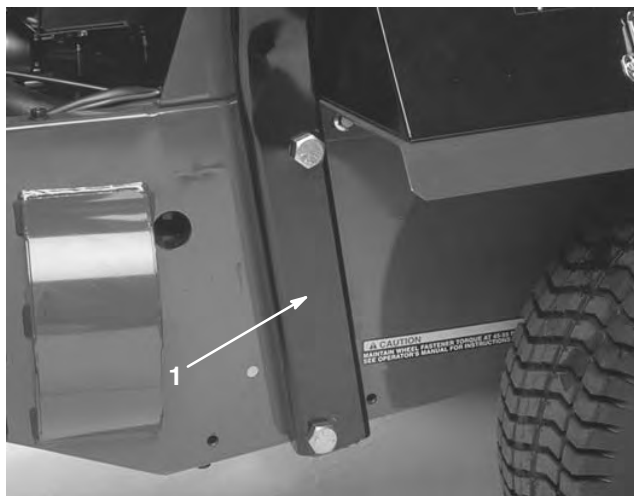

Figura 15
1. Baixe o arco segurança até à estrutura, alinhando os orifícios de montagem conforme ilustrado na figura 15.